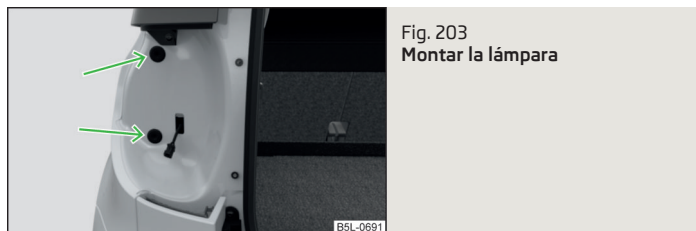

Fig. 203
- Introduzca la lámpara en los alojamientos de la carrocería » fig. 203.